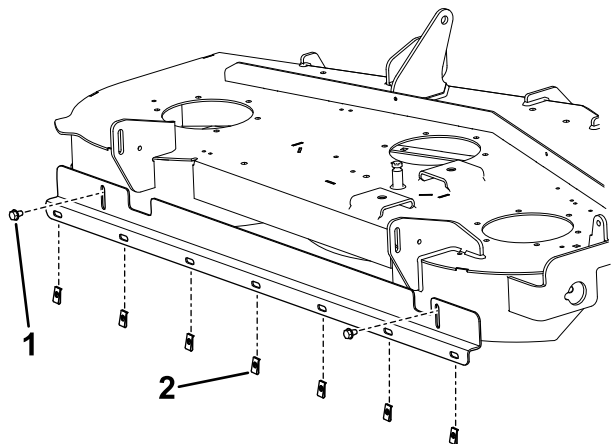

Figuur 2
3. Gebruik de beugel als een sjabloon en markeer en boor een opening in de curve van het rechter schot met een boor (9/32") zoals getoond in Figuur 2.